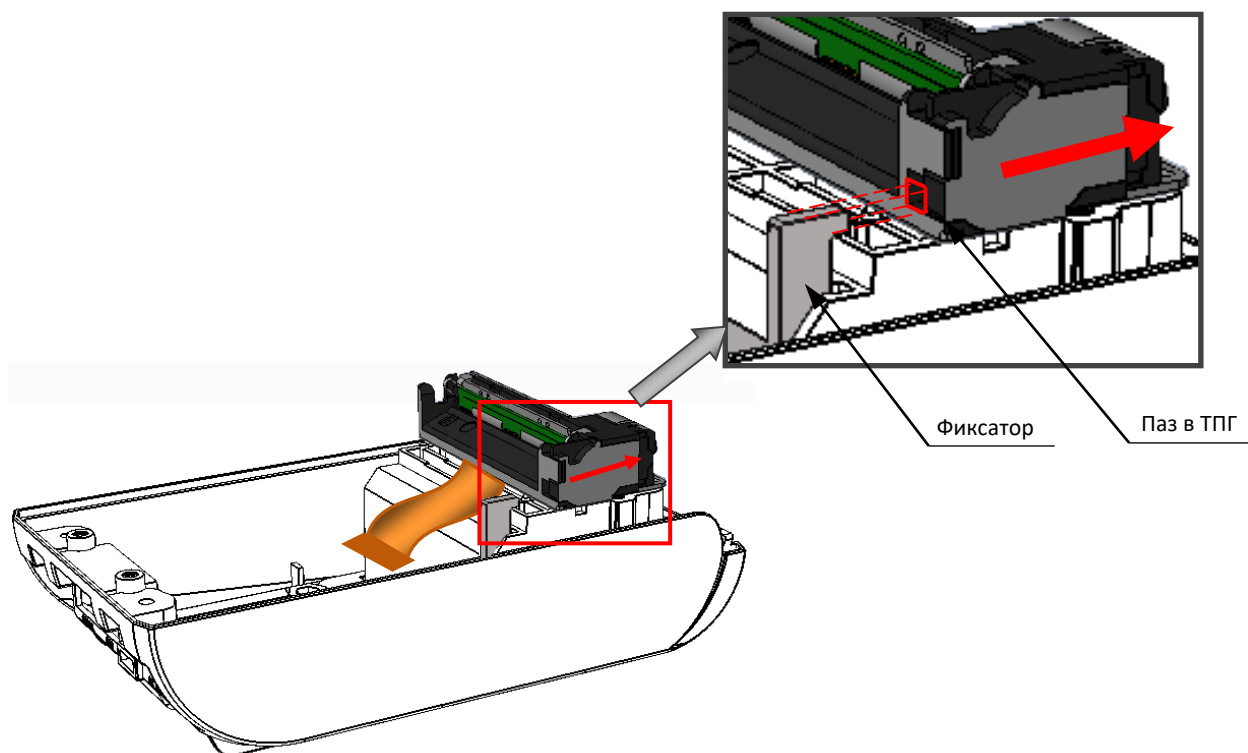

Рисунок 19. Направление смещения ТПГ с учетом расположения фиксатора в нижней части корпуса и паза в ТПГ
6. Затем аккуратно сместить ТПГ в направлении, показанном на рисунке и освободить фиксатор нижней части корпуса изделия из паза ТПГ (см. рисунок 19).
7. Установить на место старого экземпляра ТПГ новый экземпляр печатающего устройства, совместив фиксатор в нижней части корпуса изделия и паз в ТПГ (см. рисунок 19). ТПГ на нижней части корпуса изделия должно быть расположено как показано на рисунке ниже.